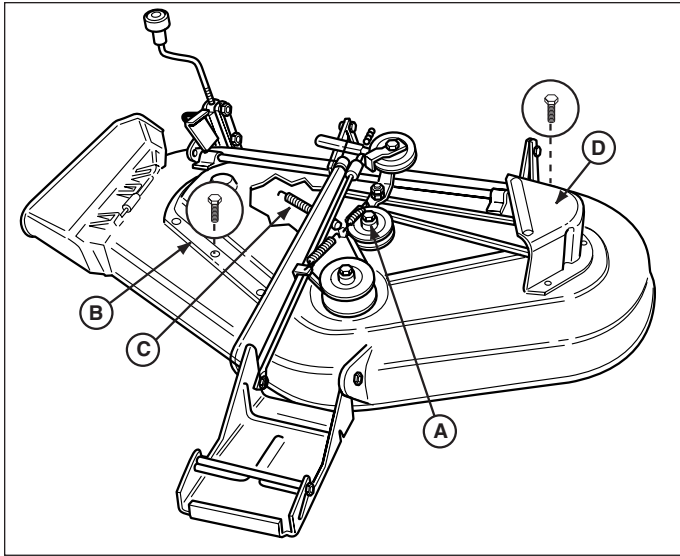

Figure 55. Tondeuse
3. Retirer les boulons de fixation du carter d'arbre de droite (B, Figure 55). Retirer les trois boulons de fixation du carter d'arbre de gauche (D).
4. A l'aide d'une pince-étau ou d'un extracteur, dégager le ressort du galet tendeur (C, Figures 55 et 56) de la fente de la tondeuse.
5. Desserrer le boulon (A, Figure 55) de fixation du galet tendeur sur le support. La courroie peut maintenant être passée entre le galet et le moyeu du tendeur.
7. Resserrer le boulon (A, Figure 55).
8. Remettre le ressort (C, Figure 55) en place dans la fente de la tondeuse.
9. Remonter les carters d'arbre droit et gauche (B et D, Figure 55).